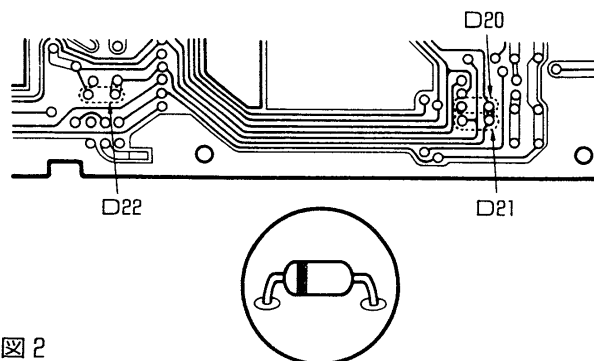

図2
- ③図2を参照してD20、D21、D22のシリコンダイオード(1SS133、1SS53等)を追加することによりスキャン動作を下記のように変更することができます。
(図2参照)
(図2)